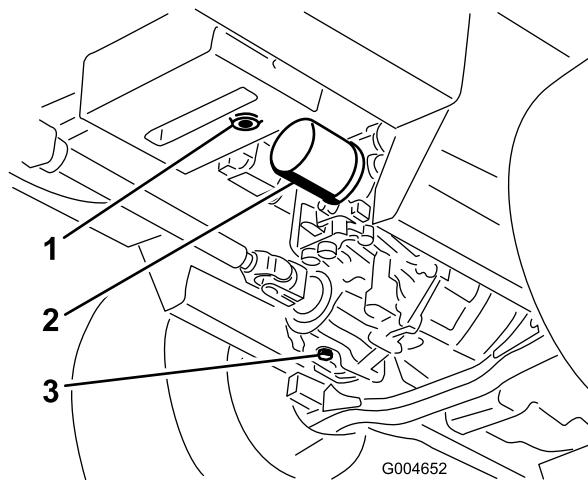

Figure 73
3. Placez un grand bac de vidange sous le réservoir hydraulique et le carter de transmission, et enlevez les bouchons pour vidanger tout le liquide hydraulique (Figure 73).
4. Nettoyez la surface autour du filtre à huile hydraulique et enlevez le filtre (Figure 73).